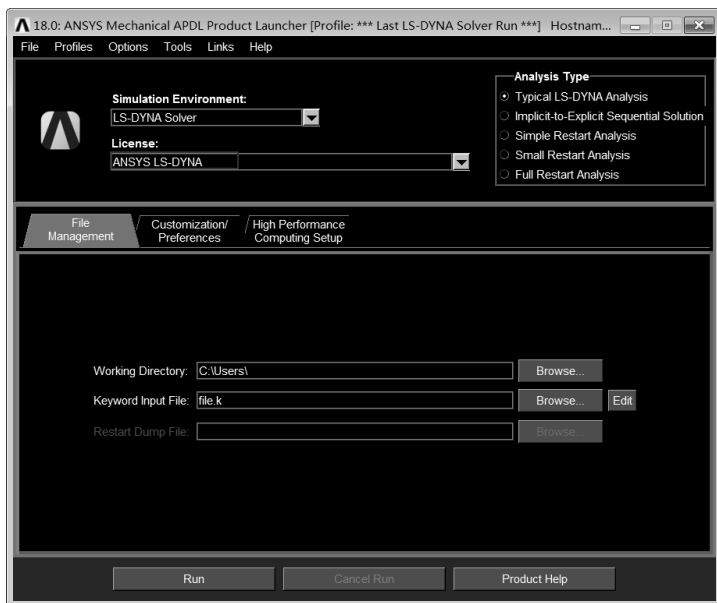

图 11-72 启动 ANSYS Mechanical APDL
Step2 : 计算完成后启动 ANSYS Mechanical APDL Product Launcher 软件，如图 11-72 所示。